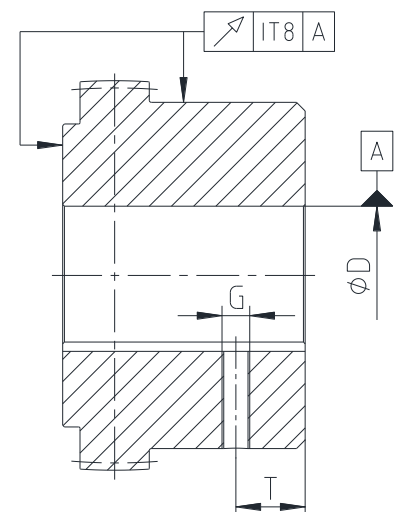

Bild 3: Rund- und Planlaufgenauigkeit
- Bei Herstellung der Nabenbohrung (Stahlnaben) durch den Kunden ist die Rund- bzw. Planlaufgenauigkeit (siehe Bild 3) einzuhalten.